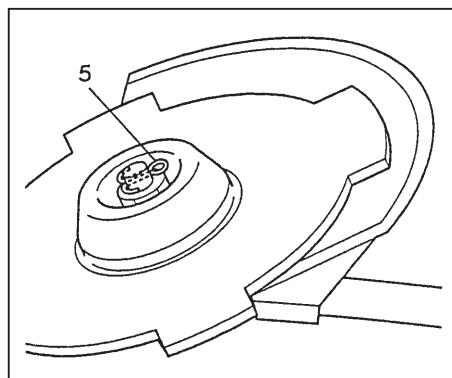

Fig. 1-10B
If your unit is of a nut-securing type and equipped with a cotter pin, the blade must be retained with a new cotter pin (5) each time installed. (Fig. 1-10B)
Si votre appareil est du genre à écrou de calage et muni d'une goupille, il faut retenir la lame au moyen d'une clavette neuve (5) qu'on monte chaque fois. (Fig. 1-10B)
Se il suo elemento è del tipo di fissaggio di dado e provvisto di una chiavetta trasversale, la lama deve sostenersi per mezzo di una coppia nuova (5) ogni volta quando sia effettuato il montaggio. (Fig. 1-10B)
Wenn Ihr Gerät von der Muttersicherungsmachart und mit einem Schliessbolzen ausgerüstet ist, man soll die Klinge mit einem Schliessbolzen (5) festhalten, der jedesmal eingerichtet werden soll. (Fig. 1-10B)
Si el aparato de usted es del tipo de tuerca trabada y provisto de una clavija hendida, hay que sujetar el cuchillo mediante un pasador de chaveta nuevo (5) que se monta cada vez. (Fig. 1-10B)